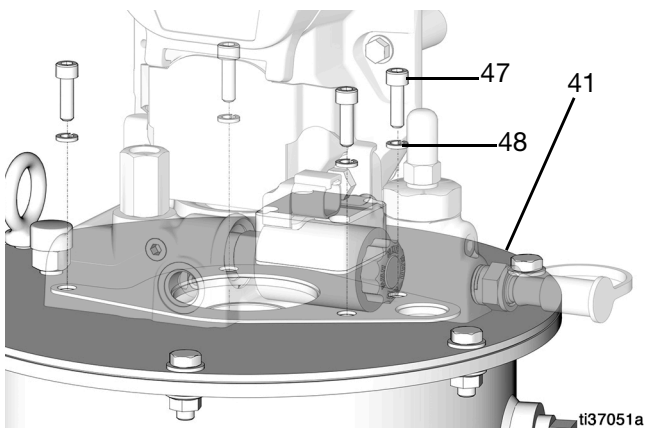

Рис. 26
4. Ослабьте и снимите четыре болта (47) и четыре шайбы (48), придерживая насос в баке (41), с помощью 5-миллиметрового шестигранника (Рис. 26).